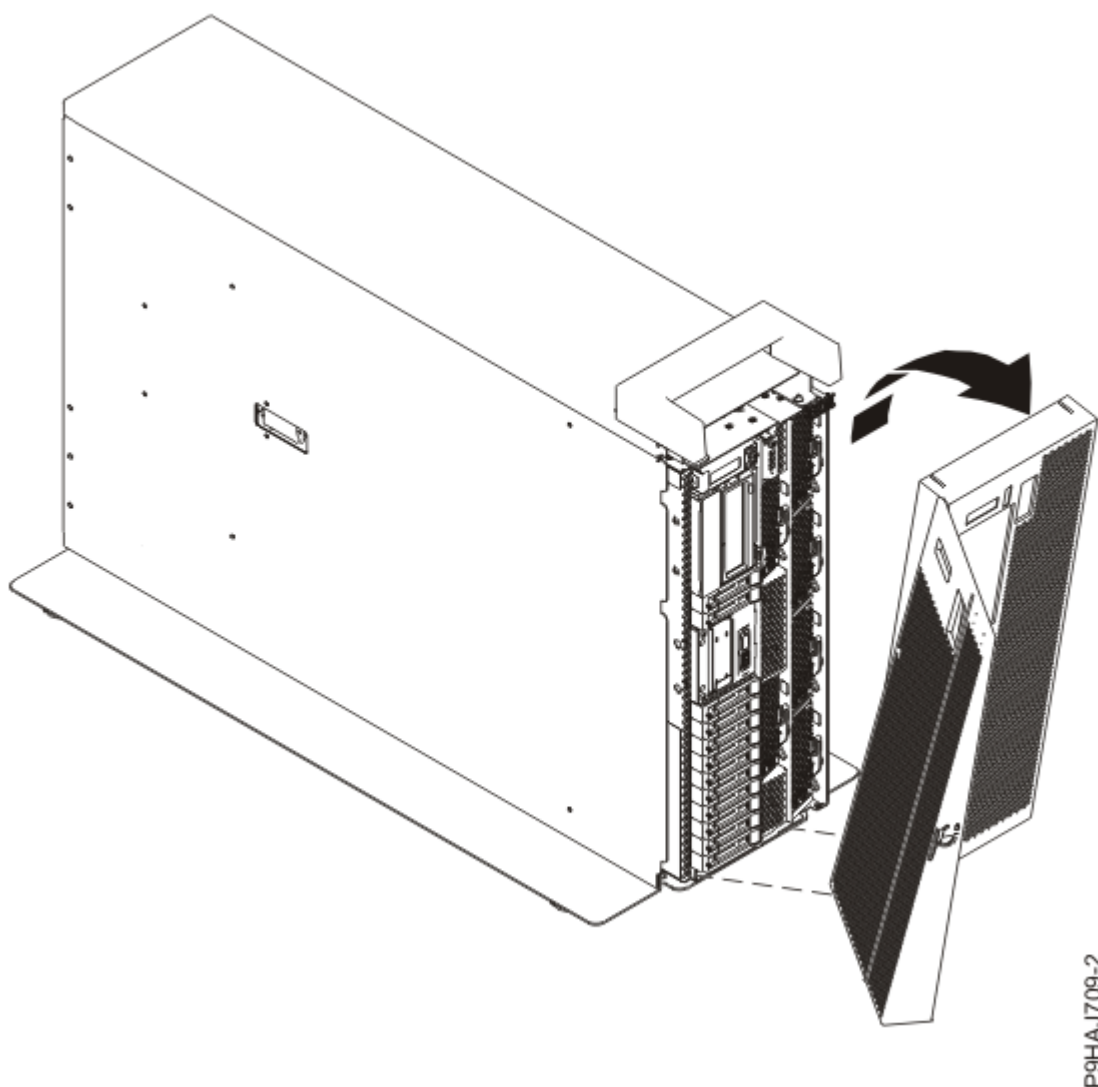

Figure 40. Retrait du capot avant
- d) Retirez le capot du système, comme illustré dans la Figure 40, à la page 42.